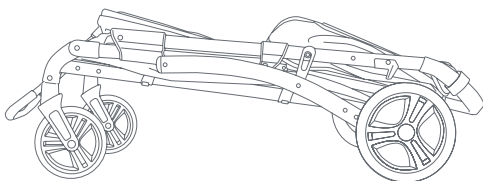

Fig. 8d
- Para un pliegue compacto, asegúrese de que todas las piezas de tela estén cuidadosamente metidas (Fig. 8d).